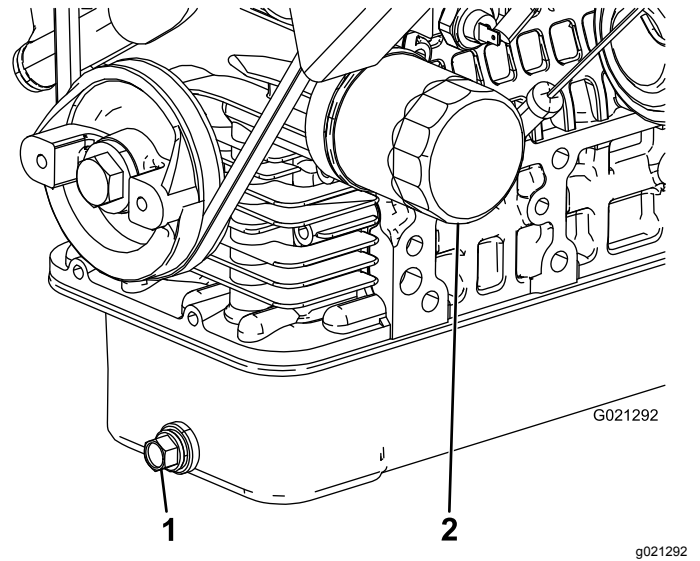

图37
2. 拆下排油塞让油流入放油盘 图37。
4. 拆下机油滤清器 图37。